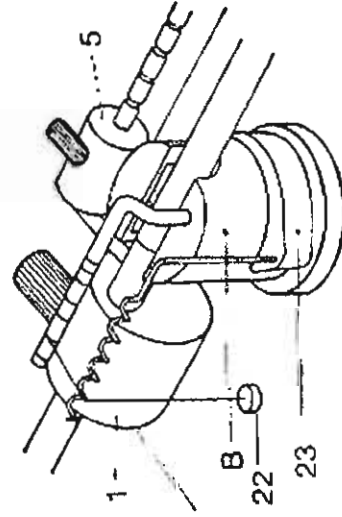

Fig. 2
Logicamente la posizione del filo sull'astina a chiocciola (23) sarà tale da non influire sugli spostamenti laterali del braccio (fig. 2).